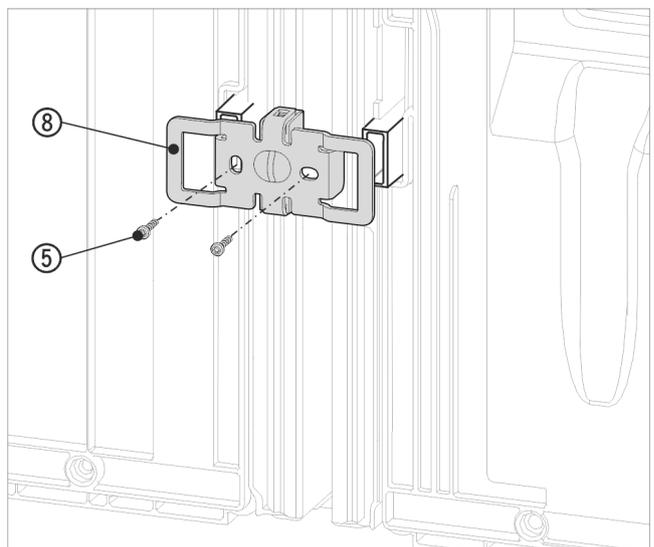

Fig. 22 Beispielhafte Darstellung
- ▶ Den Winkel Fig. 22 (8) erneut mit den Aussparungen über die Aufnahme für die Wandabstandshalter schieben.
- ▶ Mit 2 Schrauben Fig. 22 (5) fest anschrauben.